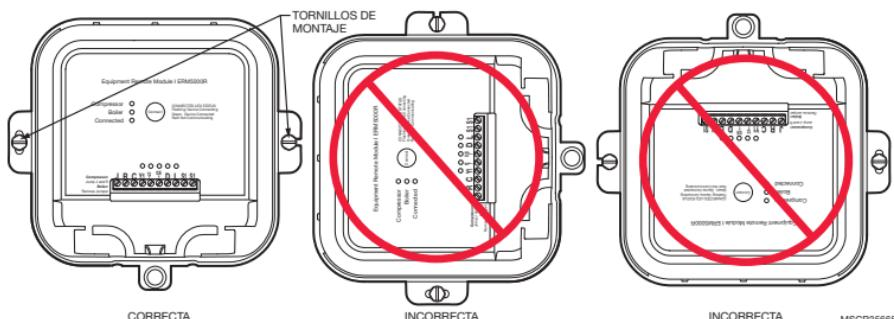

Fig. 11. Orientación de montaje.
9. Utilice dos tornillos y tarugos de pared para fijar el ERM a la pared exterior cerca del compresor. La ubicación debe estar **por lo menos a 3 pies (91 cm) por encima del suelo** y **orientada con las dos salidas de cable hacia abajo**. Vea las Figs. 11 y 12.